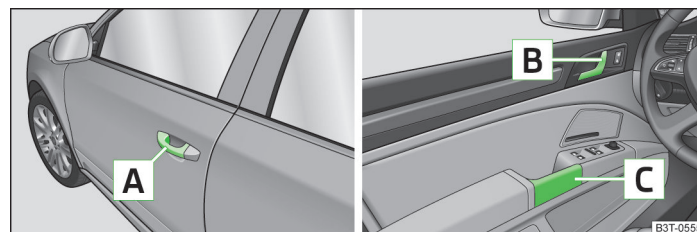

Fig. 17 Tirador/palanca de apertura de la puerta
- Desbloquear el vehículo y tirar del tirador **A** » fig. 17 de la puerta correspondiente.